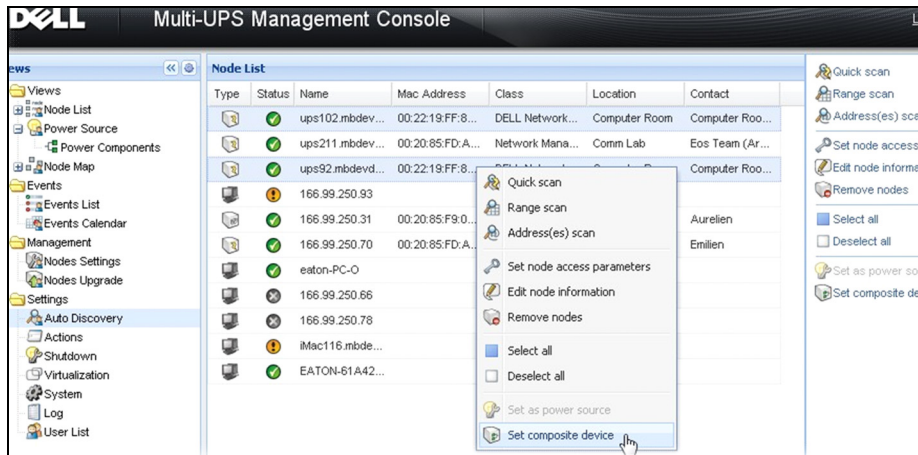

Abbildung 82. Auswählen von „Set Composite Device“ (Verbundgerät festlegen) für Knoten
- 3 Klicken Sie auf Set composite device (Verbundgerät festlegen) (siehe Abbildung 82).